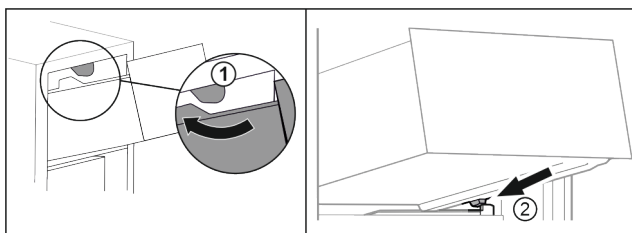

Fig. 74
- ▶ Vedte zásuvku podél horních zářezek. Fig. 74 (1)
- ▶ Nasadte zásuvku šikmo za dolní zářezky na žebrování na nádoby. Fig. 74 (2)